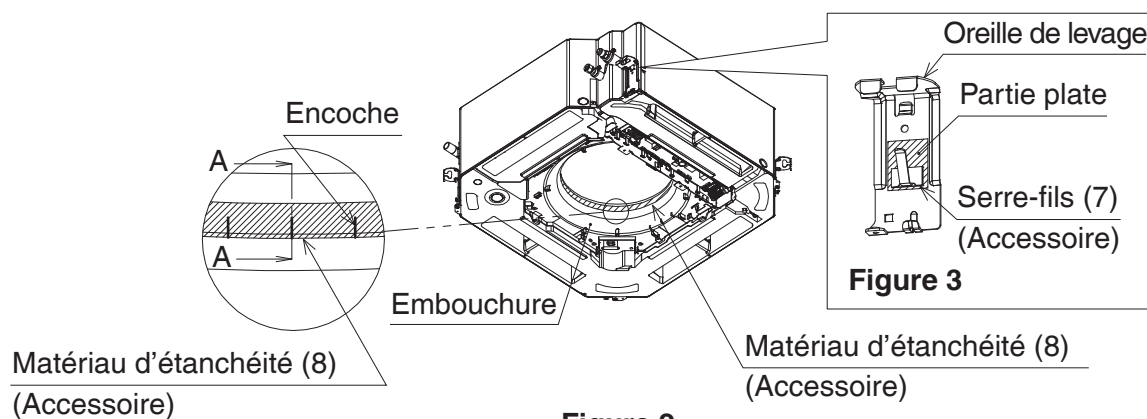

Figure 2
1. Nettoyez l'embouchure de l'unité intérieure à l'aide d'un chiffon sec ou similaire. (Reportez-vous à la **Figure 2**.)
2. Fixez le matériau d'étanchéité (8) le long de l'extrémité du rayon de l'embouchure (à 12 mm de son extrémité) sur tout le périmètre, en veillant à ne pas faire se chevaucher les extrémités du matériau d'étanchéité.